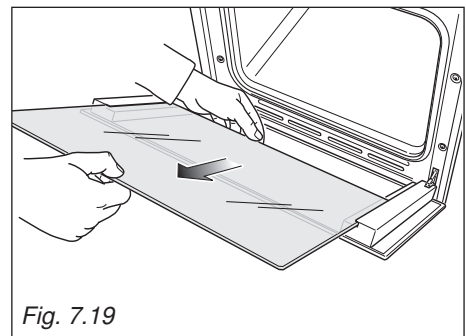

Fig. 7.19
- Sortez en douceur la vitre intérieure (fig. 7.19).